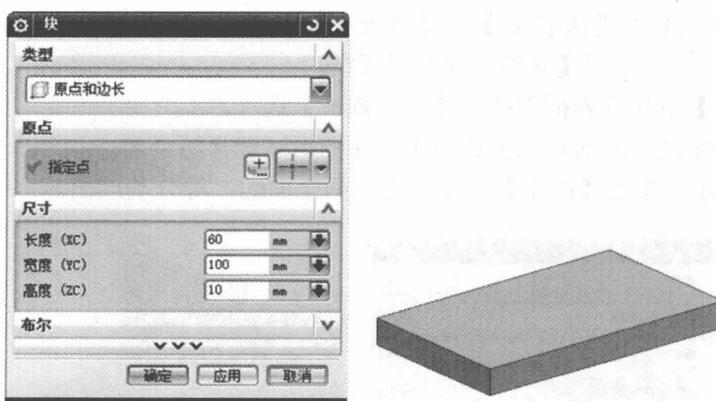

图 1-8 创建长方体
(1) 选择【插入】 | 【设计特征】 | 【长方体】命令，出现【块】对话框，在【长度】文本框中输入 60，在【宽度】文本框中输入 100，在【高度】文本框中输入 10，单击【确定】按钮，在坐标系原点(0,0,0)创建长方体，如图 1-8 所示。